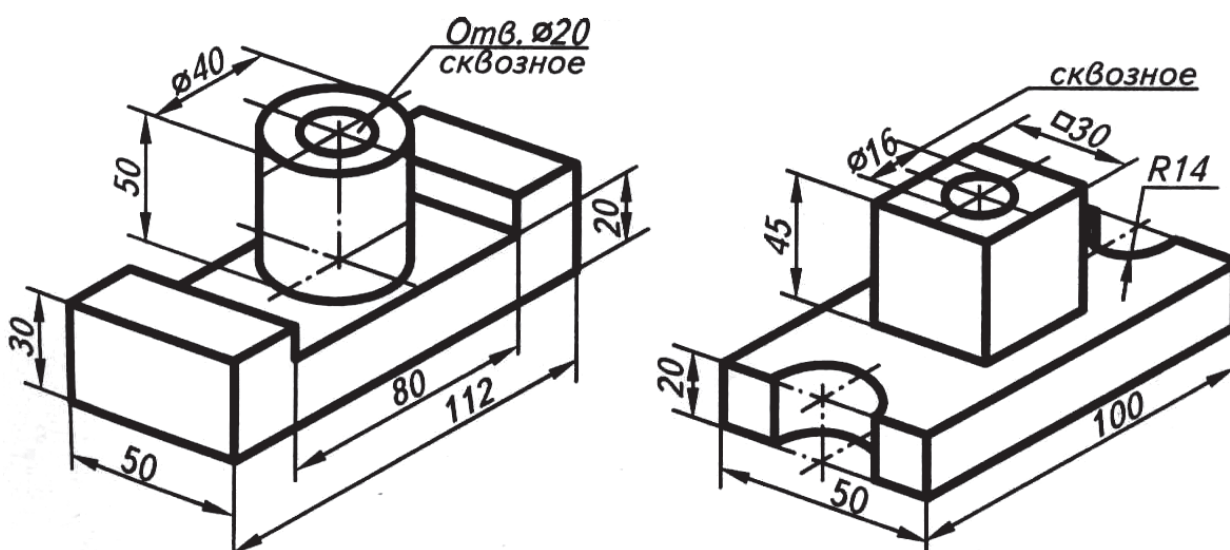

Рис.6
1. Внимательно изучите изображения на чертеже (рис. 6)